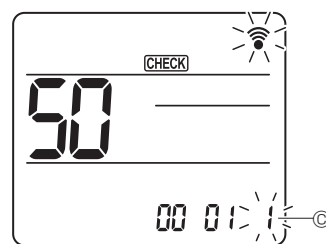

Fig. 6-19
- ④ Wybieranie numeru ustawienia
Przycisk [↓] służy do zmieniania numeru ustawienia ③. (Fig. 6-19)